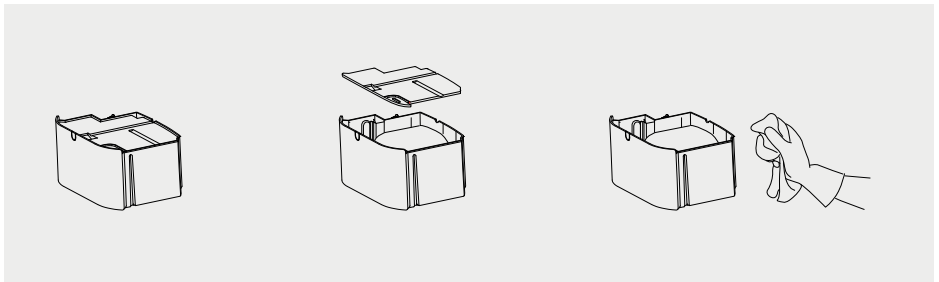

Abb. 8
4. Das Wasserbehälter ist alle paar Wochen zu reinigen. Bauen Sie es vom Gerät aus und entfernen Sie die obere Klappe (8) des Behälters (Abb. 8). Das Innere des Behälters füllen Sie mit Wasser mit Reinigungsmittel und waschen Sie es. Nach dem Waschen spülen und trocknen Sie das Behälter. Die Klappe (8) ist ebenfalls im Wasser mit Reinigungsmittel zu waschen.